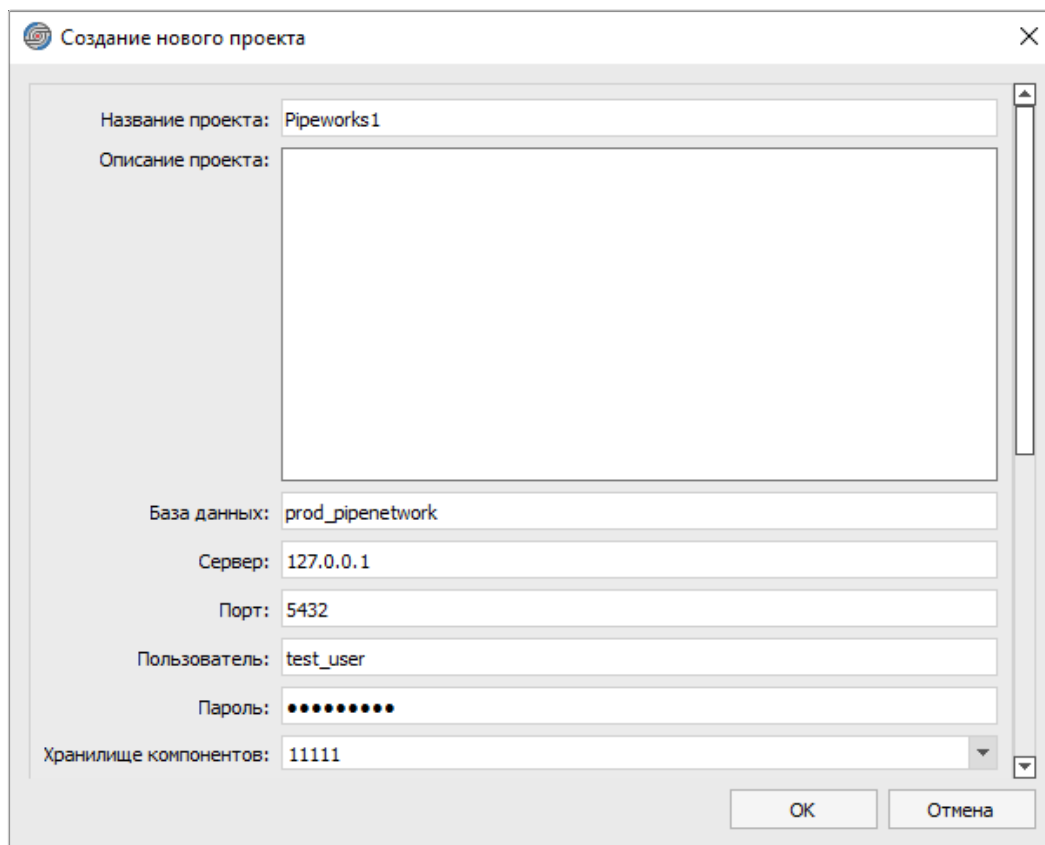

Рисунок 30. Окно «Создание нового проекта»
- «Создать проект» — открывает окно «Создание нового проекта» (см. рисунок 30):